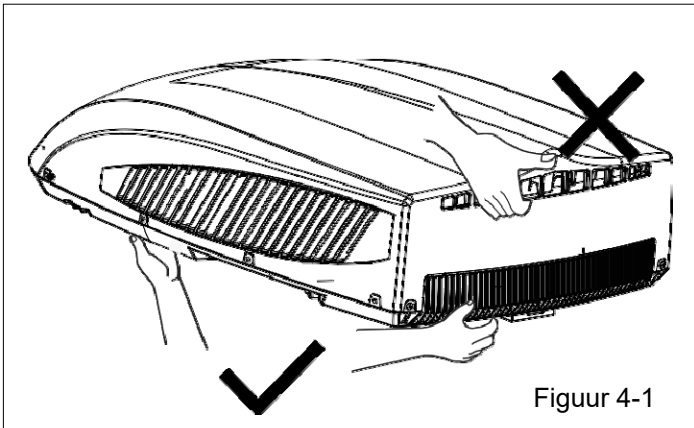

Figuur 3
2. Als het dak van het voertuig schuin staat (niet waterpas), zodat de dak-airco niet binnen de maximaal toelaatbare graden kan worden gemonteerd, moet een nivelleringsplaat worden toegevoegd om de unit waterpas te zetten. Zie hiervoor figuur 3.